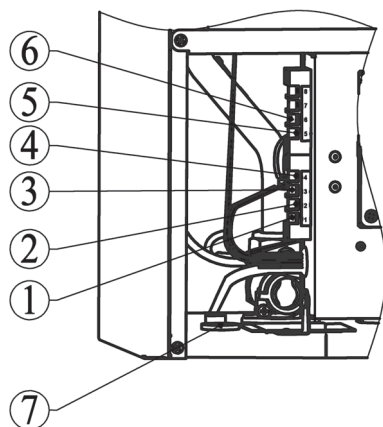

Рис. 11. Подключение дополнительных устройств
- удалить перемычку между клеммами 1 и 2 на колодке блока управления (рисунок 11);
- продеть двухпроводной кабель, идущий от термостата, через проходную муфту 5 в корпусе и подключите его к клеммам 1 и 2 (рисунок 11);
- продеть двухпроводной кабель, идущий от датчика, через проходную муфту 5 в корпусе и подсоедините его к клеммам 3 и 4 (рисунок 11);
- Продеть двухпроводной кабель, идущий от термостата БКН, через проходную муфту 7 в корпусе котла и подсоедините его к клеммам 5 и 6 (рис. 11)
- Продеть двухпроводной кабель, идущий от датчика температуры БКН, через проходную муфту 7 в корпусе котла и подсоедините его к клеммам 5 и 6 (рис. 11)